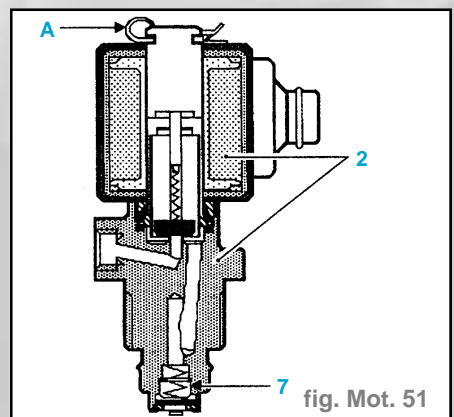

fig. Mot. 51
- Elle est montée sur le limiteur de débit (7) et commandée par le calculateur **GPL** sous une tension de **12 volts** (fig. Mot. 51)